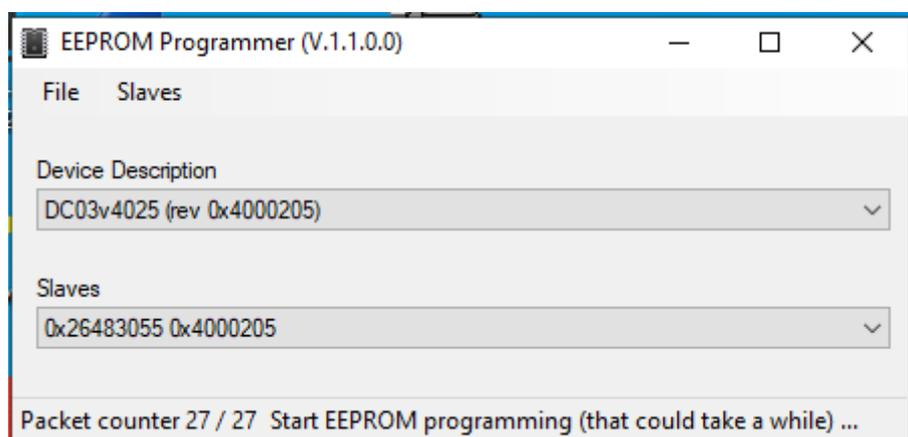

Рисунок 5
2.6.6 Выбрав в верхнем меню утилиты «Slaves»→ «Program Selected», начать программирование выбранного устройства. В нижней части главного окна утилиты отображается ход программирования. Среднее время выполнения операции программирования – несколько минут (рисунок 5).